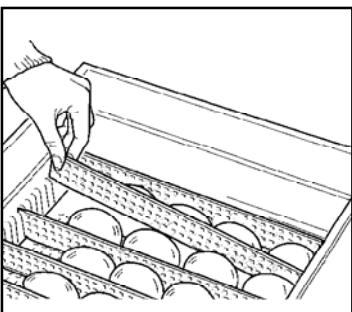

Fig. 1
Insérez les séparateurs dans les guides sur les parois de la couveuse en les espaçant de la mesure des œufs et en laissant un léger jeu pour en permettre la rotation. Entre un séparateur et l'autre vous pouvez insérer une ou plusieurs rangées d'œufs, en prévoyant toujours le jeu nécessaire pour la rotation. On vous conseille d'adopter cette solution lorsque vous incubez des œufs de petite taille (cailles, faisans, etc.) ou bien des œufs de poule un peu gros ; enlevez alors quelques séparateurs pour laisser un jeu aux œufs et pour leur permettre une rotation sans obstacles (voir Fig. 1).
- 4) Quand la température interne sera stabilisée et le liquide du thermomètre sera autour de la ligne rouge, retirez le couvercle et mettez les œufs sur la grille coulissante (voir Fig. 1), assurez-vous qu'il y ait un léger jeu entre les œufs et les séparateurs afin de favoriser la rotation.